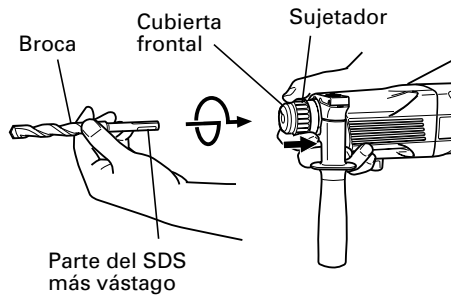

Fig. 2
6. Montaje de la broca (Fig. 2)
- (1) Para colocar una broca (SDS más vástago), tire completamente de la empuñadura en el sentido de la flecha como se muestra en la Fig. 2 e inserte profundamente la broca girándola.
- (2) Al soltar la empuñadura, la broca quedará asegurada.
- (3) Para extraer la broca, tire completamente de la empuñadura en el sentido de la flecha y tire hacia afuera de la broca.